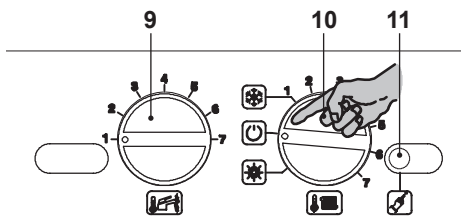

Figura 7.19
- Per uscire dalla programmazione posizionare il selettore di funzione / manopola regolazione temperatura 10 come indicato in Figura 7.19.